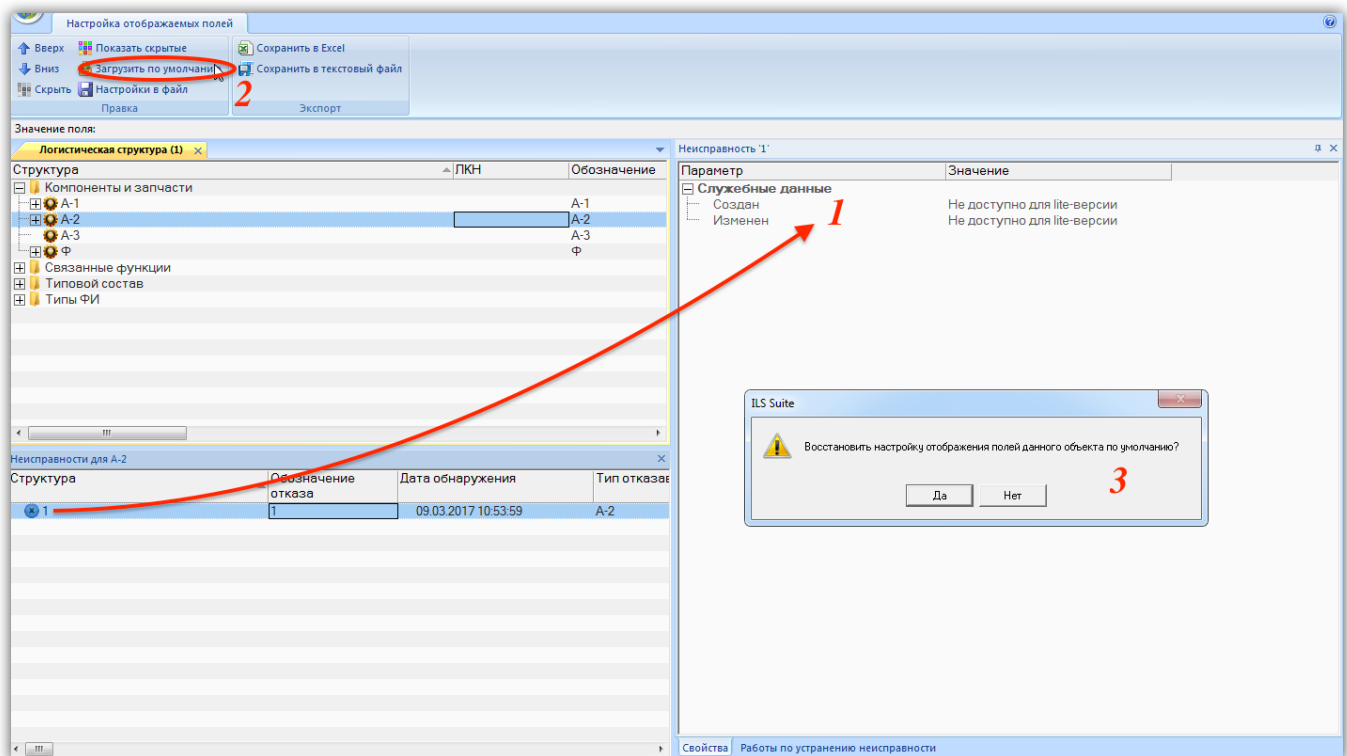

Рис. 5-89 – Загрузка набора параметров по умолчанию в окне «Свойства»
Примечание. Если в окне «Свойства» (1 на рис. 5-89) для выбранного объекта не отображается полный набор параметров, характеризующий этот объект в рабочем окне, следует нажать кнопку «Загрузить по умолчанию» (2). В открывшемся диалоговом окне (3) нажать кнопку «Да».